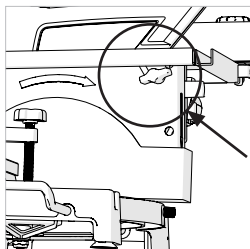

Fig. 4
- Desserrez la vis d'ajustement de hauteur de table. **(Fig.4)**